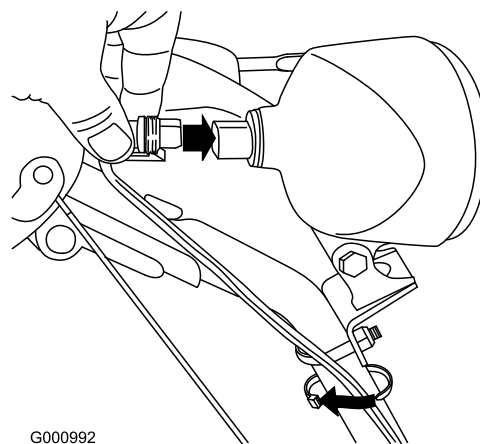

Figure 12
- Branchez directement le connecteur qui est au bout du fil à l'arrière du phare et enfoncez-le bien en place (Figure 12).
Remarque: Assurez-vous que l'attache en plastique du connecteur se trouve en bas (Figure 12).
- Attachez un serre-câble (pris dans le sachet de pièces détachées) autour du câble et du guidon à environ 2,5 cm au-dessous de l'étrier fileté (Figure 12).